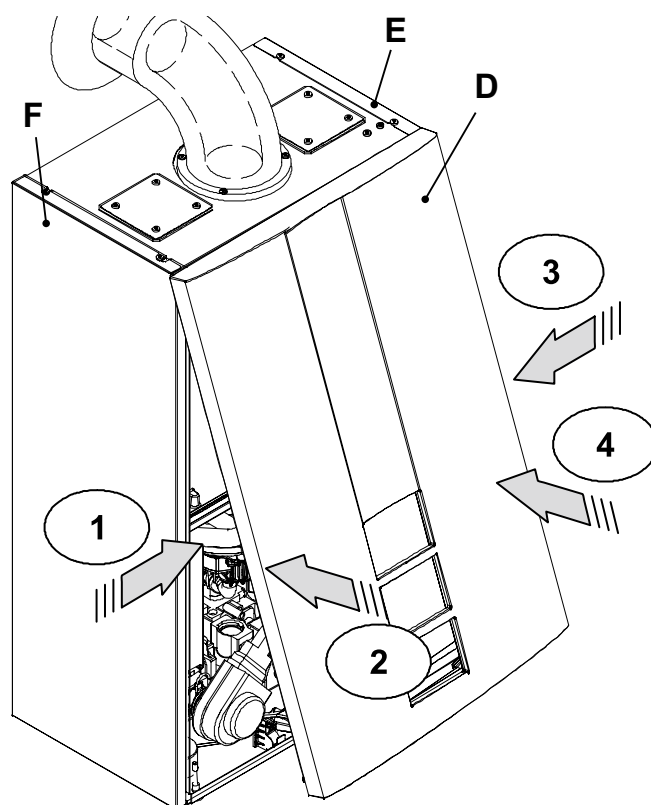

Figura 9.4
- Premere la molla verso l'interno e contemporaneamente spingere il pannello frontale D fino al suo completo aggancio (Figura 9.4 ) sequenza 1-2.
- Ripetere la stessa sequenza sul lato opposto del pannello frontale D , (Figura 9.4 ) sequenza 3-4.